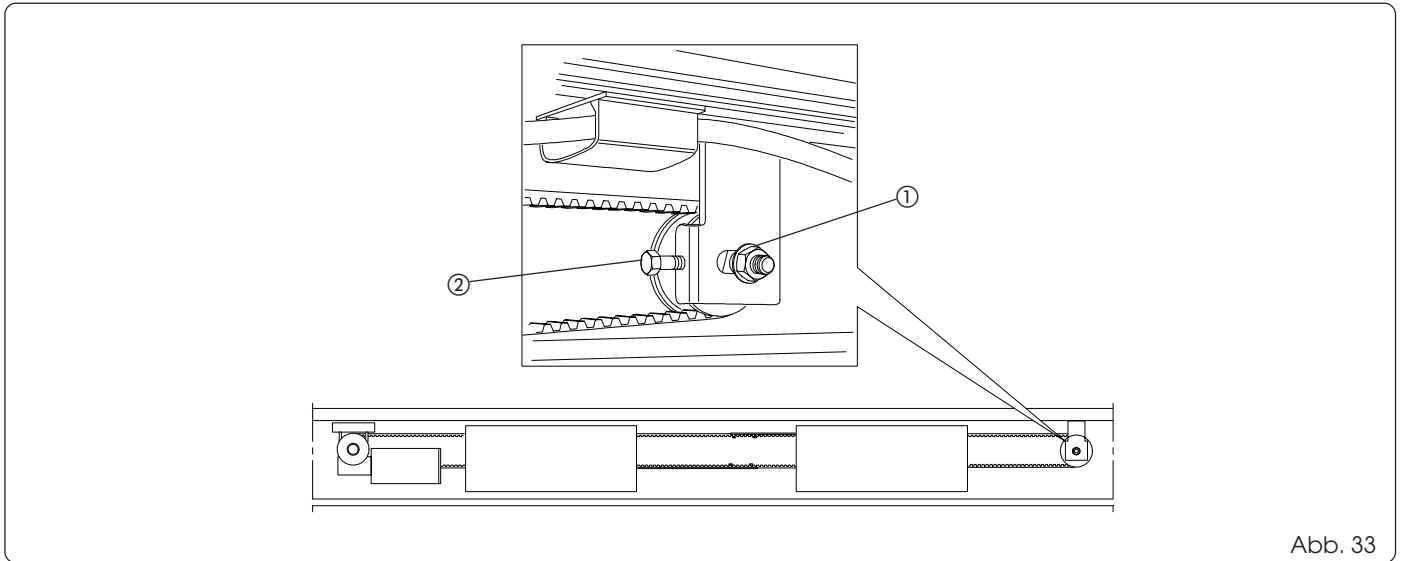

Abb. 33
• Die Mutter (Abb. 33 Bez. ①) lockern.
• Den Bolzen (Abb. 33 Bez. ②) anschrauben, um den Riemen zu spannen oder aufschrauben, um ihn zu lockern.